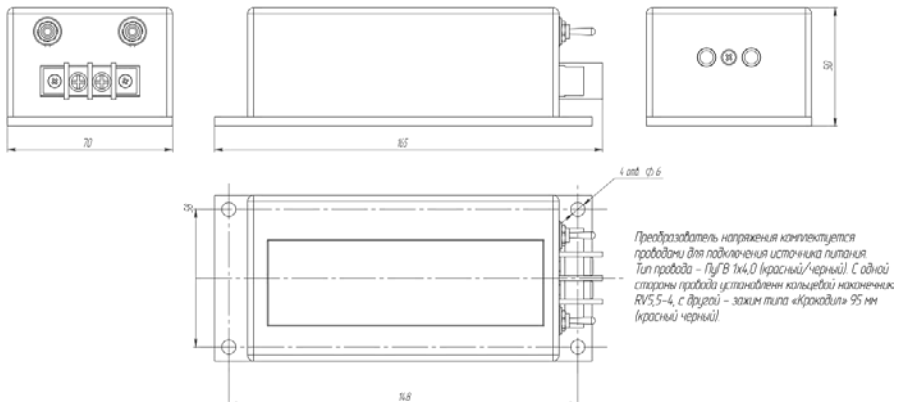
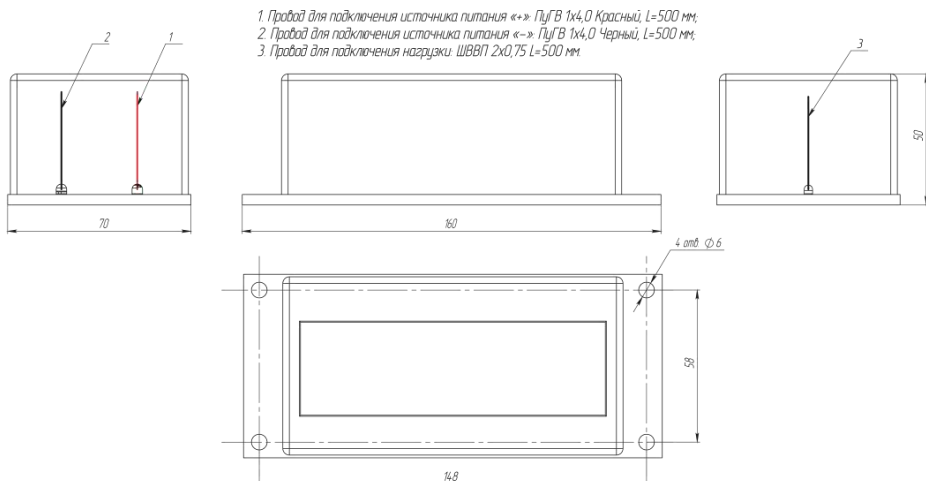

Рис.2 – Габаритно-присоединительные размеры преобразователя ИС2-XX-M(X)
Рис.3 – Габаритно-присоединительные размеры преобразователя ИС2-12-300И и ИС2-XX-300Г(Х)
9.6 Внешний вид преобразователей серии ИС2 представлен на рис.2-рис.3.